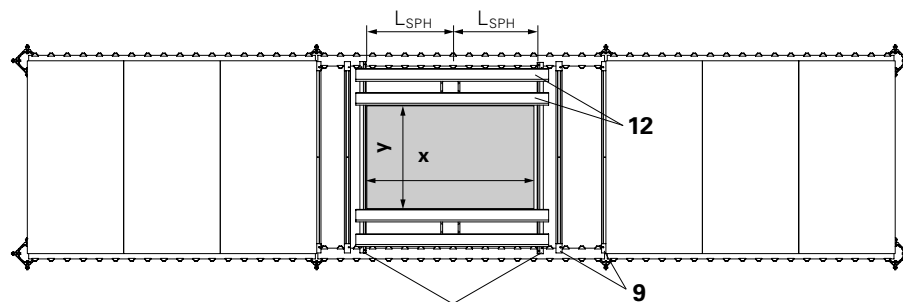
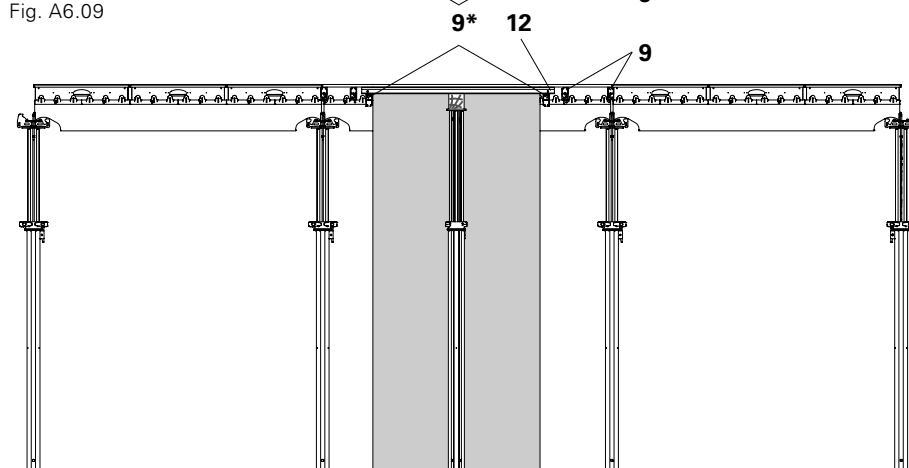

Fig. A6.09
Fig. A6.10
Poutrelle de rive SRT 150-2 (9) en position verticale, Poutrelle de rive suspendue SRT 150-2 (9*), Solive Bois SPH 150 (12) horizontale. (Fig. A6.09, Fig. A6.10)